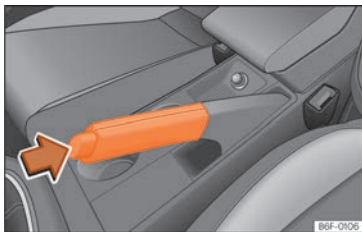

Abb. 121 Parkbremse zwischen den Vordersitzen.
- Ziehen Sie den Parkbremshebel nach oben >>> **(Abb. 121)**.
- Ziehen Sie den Hebel etwas nach oben, drücken Sie die Entriegelungstaste in Pfeilrichtung >>> **(Abb. 121)** und führen Sie den Parkbremshebel ganz nach unten >>> **△**.